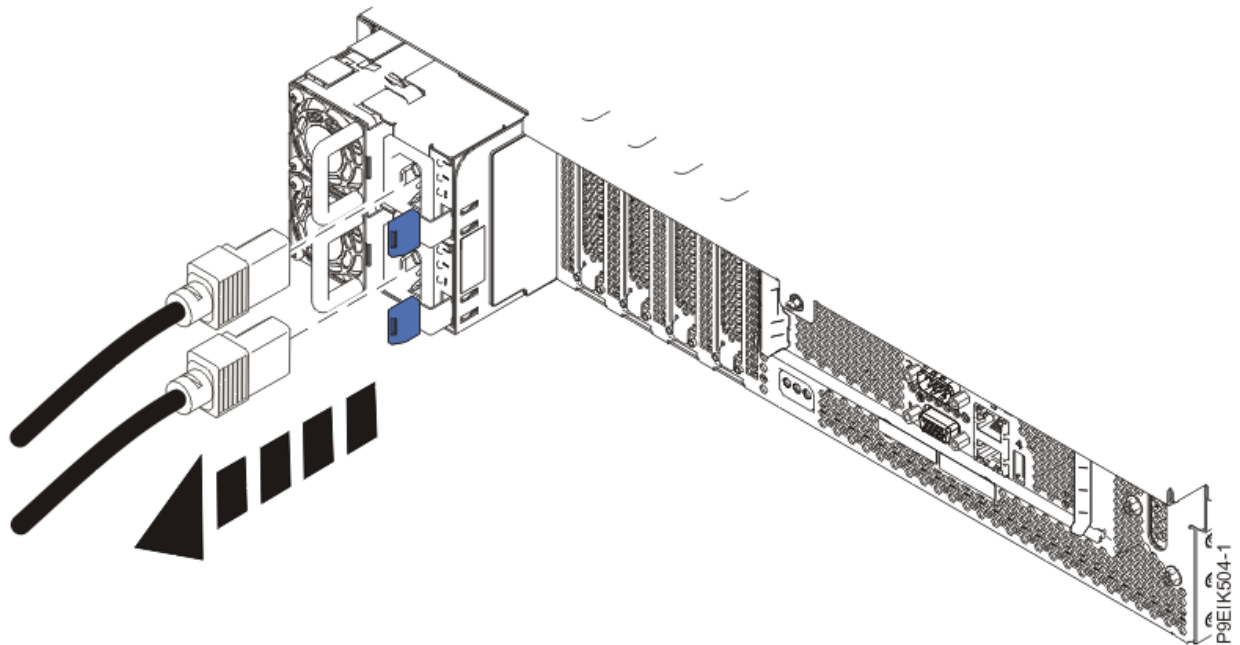

図 125. システムからの電源コードの取り外し
4. 電源コードをシステム装置から切り離します (159 ページの図 125 を参照)。